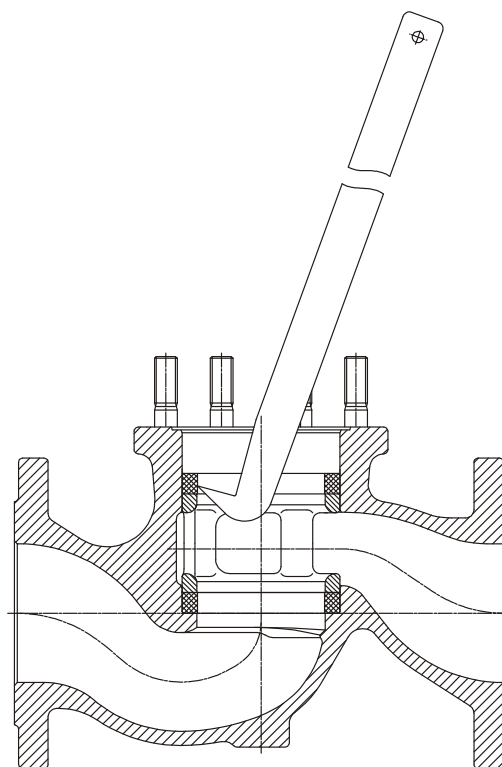

рис. 3
- удалить подкладное кольцо (поз. 17) и верхнее клапанное кольцо KX-GT (поз. 14) при помощи крючка (см. стр. 10 рис. 3).